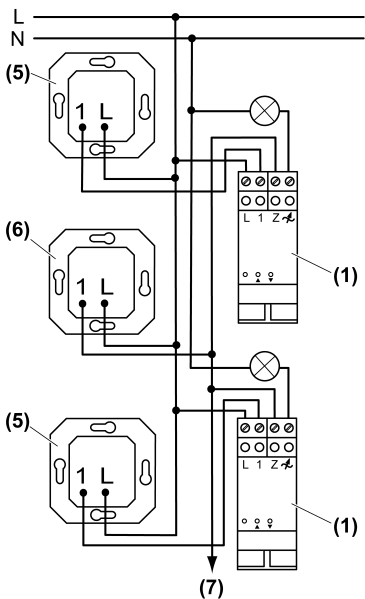

Bild 3: Anschlussplan zentrale Nebenstelle
- Als zentrale Nebenstelle (6) kann nur ein Nebenstellen-Einsatz 2-Draht (siehe Kapitel Zubehör) verwendet werden.
- Dimmer (1) lokale Nebenstellen (5) und zentrale Nebenstelle (6) gemäß Anschlussplan anschließen (Bild 3).
- Optional zentrale Nebenstelle an weitere Dimmer oder weitere zentrale Nebenstellen anschließen (7) (Bild 3).